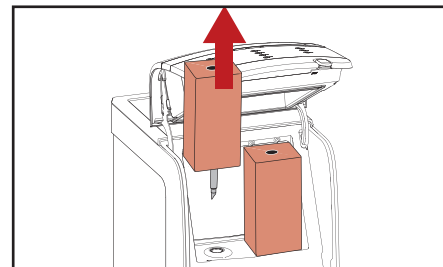

Рис. 5.8 — Удаление упаковок
3. Удалите упаковки продукта (рис. 5.8).